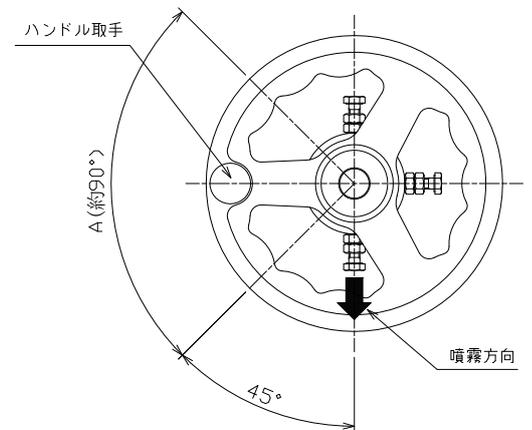

図1. ハンドル取手の位置
- (3) ハンドル取手の位置とブラシの向きが同じなので、ハンドル回転終了時には、噴霧方向に対して、ハンドル取手の位置が、図1のAの範囲内に入るようにしてください。
3. ハンドルと軸受を同時に回して、図1の位置にハンドルの取手を合わせた所で六角ボルト4箇所を固定してください。